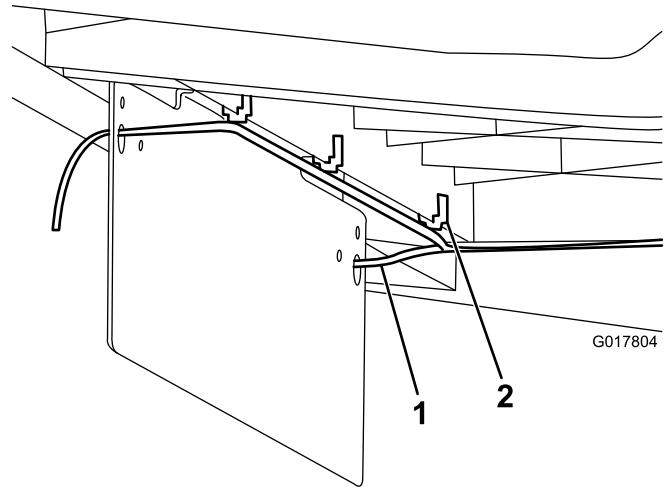

Figura 12
2. Montate il cablaggio preassemblato attaccando le fascette al sottoscocca (Figura 12).
3. Inserite i fili attraverso i grossi fori nella staffa della targa (Figura 12).